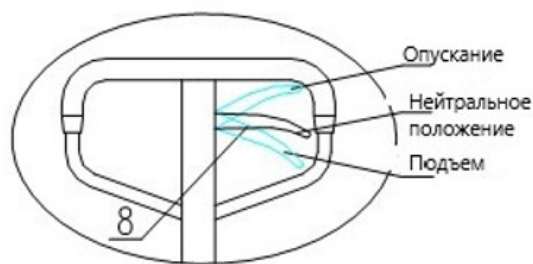

Рис. 3
7. См. рис. 3, опустите и поднимите рукоятку несколько раз, переведите ручку 8 в разные положения, чтобы проверить исправность подъема, опускания и нейтральную позицию.